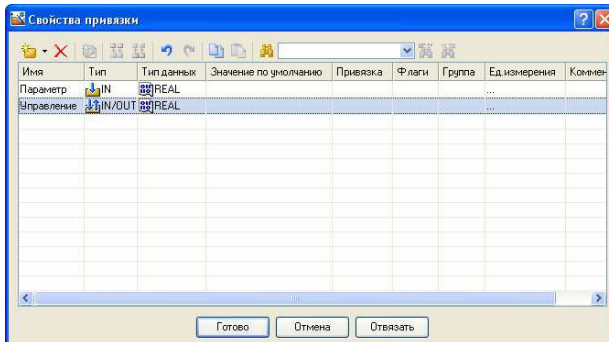

Рисунок 3.5 – Вибір типу передачі
5. У меню настройок вибраної команди в полі, що розкрилося, **Тип передачі** вибрати із списку **Вести і передати** (див. рисунок 3.5):
Натисненням ЛК в полі **Результат** викликати табличний редактор аргументів. Створити ще один аргумент і задати йому ім'я **Керування**. Змінити тип аргументу на **IN/OUT**, кнопкою **Готово** підтвердити прив'язку атрибуту ГЕ до цього аргументу (див. рис. 3.5). Закрити вікно властивостей ГЕ.